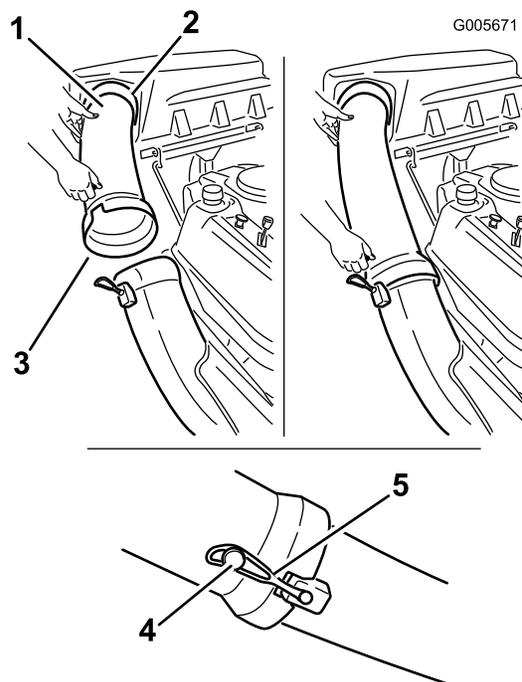

Figura 17
1. Inserite l'estremità curva del tubo di scarico nell'apertura prevista nel coperchio del sistema di raccolta (Figura 17).
2. Fate passare l'estremità svasata del tubo di scarico sopra l'estremità della guida di scarico. Portate il cinghio di gomma sopra il grano del tubo di scarico per ancorarlo con sicurezza (Figura 17).